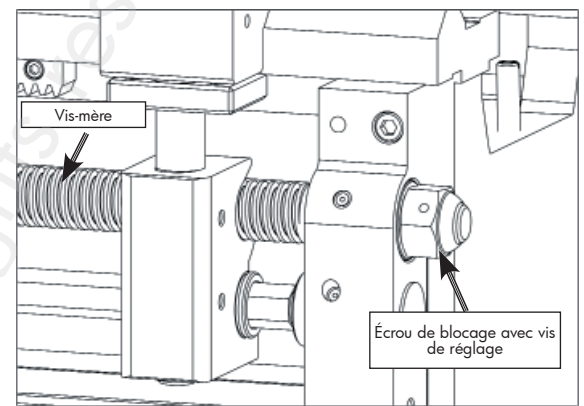

Fig. 85 Réglage du jeu axial de la vis-mère
3. Desserrez l'écrou de blocage et la vis de réglage illustrés sur la figure 85.